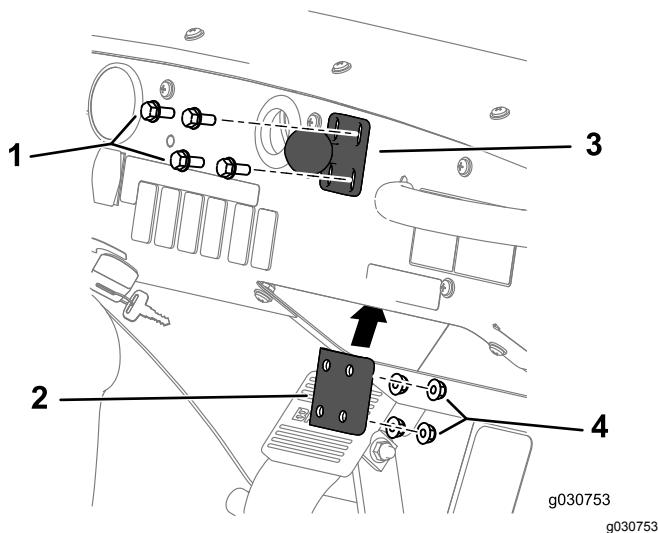

Figura 152
1. Montate il supporto del perno orientabile a sfera sul cruscotto con i 4 bulloni (1/4" x 1 1/2"), la piastra di rinforzo e il dado di bloccaggio flangiato (1/4"), come illustrato nella Figura 152.